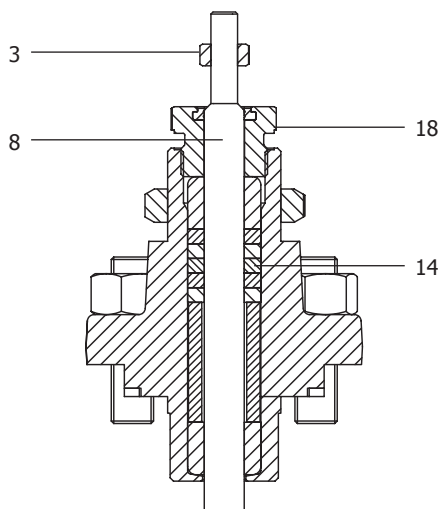

Рис. 8
- c. Отдайте стопорную гайку (3).
- d. Отдайте нажимную гайку (18).
- e. Отдайте и снимите 4 гайки крепления крышки (27).
- f. Аккуратно снимите крышку (2) и шток (8).
- g. Вытащите шевронные кольца из материала PTFE или графитовые кольца (14) вместе с пружиной (12).
- h. Осмотрите шток с плунжером и седло на предмет износа и замените при необходимости. Прим.: Наличие на штоке клапана (8) накипи или других твердых частиц приведет к быстрому выходу уплотнения штока из строя. При необходимости заменить шток клапана (8) см. Раздел 4.2.1.
- i. Соберите уплотнение штока как это изображено на рис. 8. Перед установкой колец уплотнения необходимо смазать шток силиконовой смазкой. Это же относится и к верхней направляющей втулки штока (16).
- j. Предварительно смазав шток силиконовой смазкой, установите нажимную гайку (18). Затяните ее рекомендуемым усилием (см. Таблицу 1, стр. 19).
- k. Установите стопорную гайку (3).
- l. Всегда используйте новую прокладку (4).